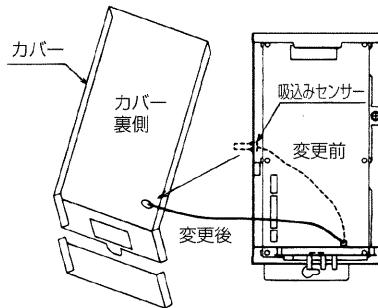

図2
3. 制御ボックスカバーを外しボックスに取付けてある吸込センサーをカバーに付換えてください。(図2)